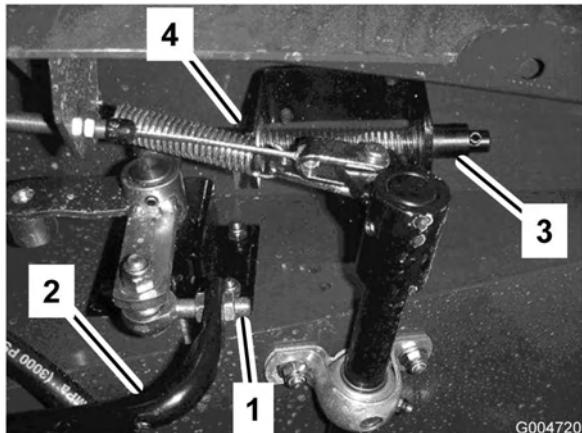

Bild 68
3. Füllen Sie den Behälter (Bild 68) mit ungefähr 30 l Hydrauliköl, siehe „Prüfen der Hydraulikflüssigkeit“.